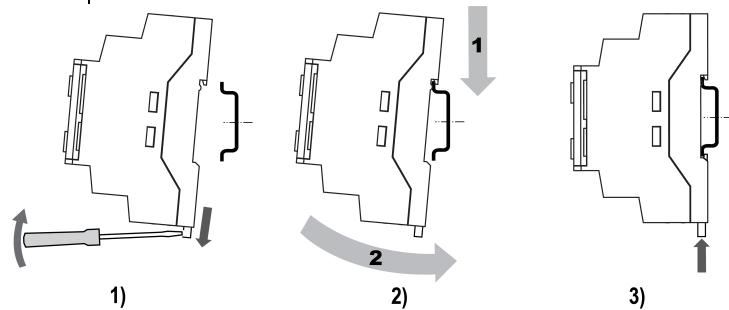

Рисунок 1 – Монтаж і демонтаж пристрію
- Вставивши викрутку в ушко, відтягнути засувку (див. рисунок 1, 1). Пристрій встановити на DIN-рейку.
- Пристрій притиснути до DIN-рейки (див. рисунок 1, 2, стрілки 1 і 2). Викруткою повернути засувку в початкове положення.